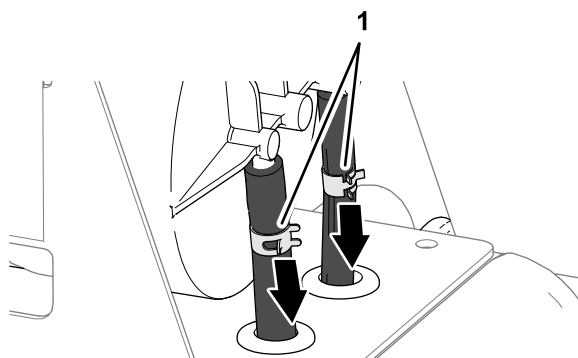

Figure 84
3. Desserrez les 2 colliers qui maintiennent les flexibles sur les raccords du filtre à charbon actif (Figure 84).